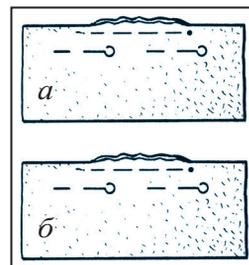

Рис.64. Шитьё порванного шва.
1. Вывернув лицевую часть ткани на изнанку в порванном месте, сгибают вдвое, обратив срезы лицом друг к другу. Порванное место прикалывают булавками и прошивают крупными стежками вручную (рис.64, а).
2. Порванный срез сшивают вручную мелким обметочным швом (рис.64, б).